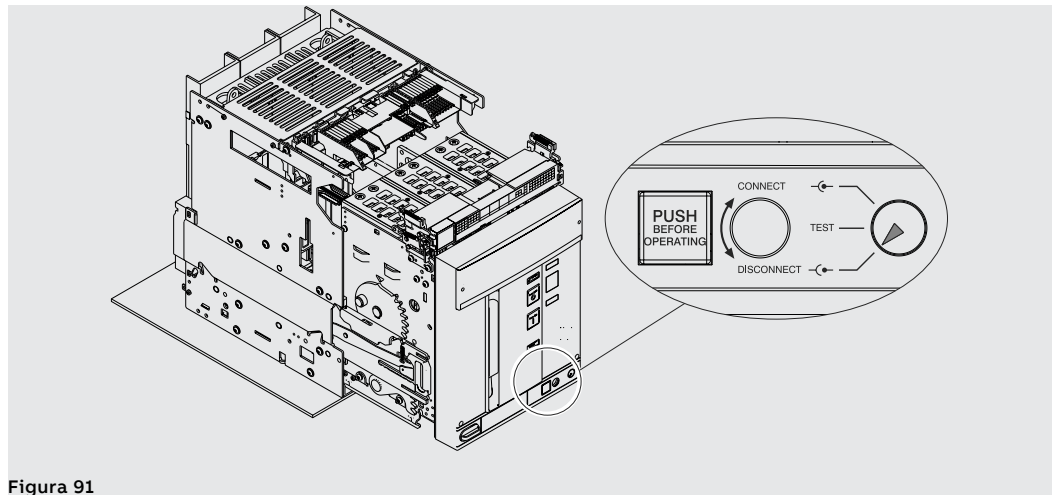

Figura 91
6. Verificar que el indicador señale la posición **DISCONNECT**. Véase Figura 91.